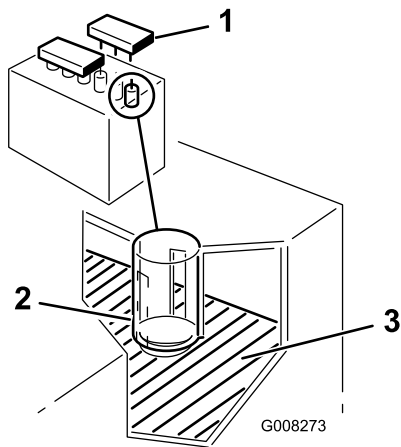

Figura 34
2. Retire los tapones de llenado. Si el electrolito no llega a la parte inferior del tubo (Figura 34), añada la cantidad necesaria de agua destilada; consulte cómo Añadir agua a la batería.
2. Retire los tapones de llenado (Figura 34).
3. Vierta lentamente agua destilada en cada célula de la batería hasta que el nivel llegue a la parte inferior del tubo (Figura 34).